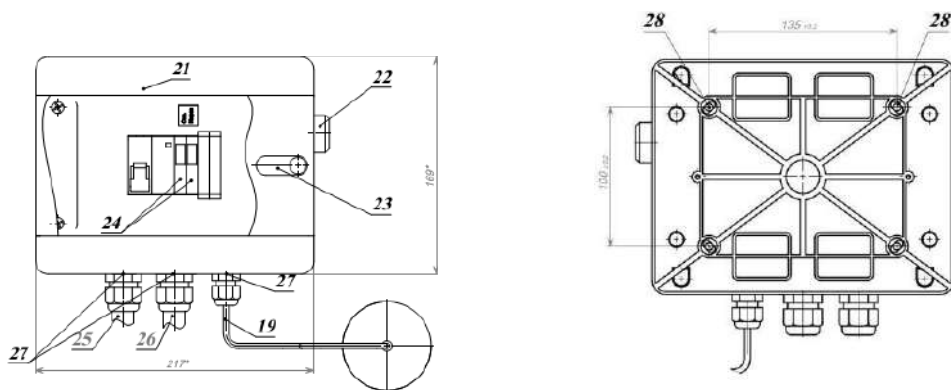
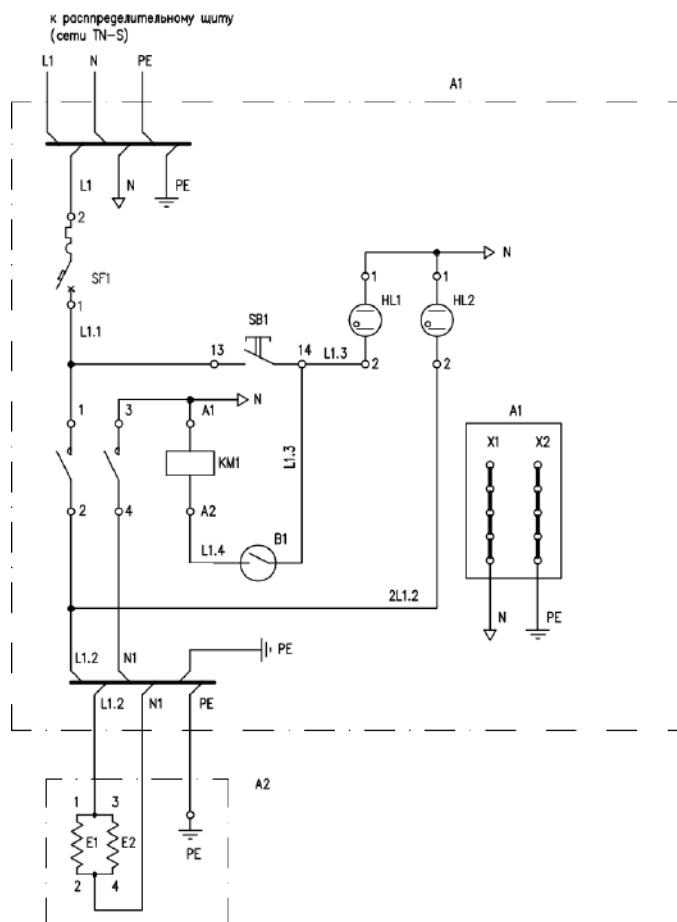

Рисунок 1. Аквадистилляторы электрические ДЭ–М
Рисунок 2.3. Схема электрическая принципиальная, аквадистиллятор ДЭ–4М.
4.1. Принцип действия аквадистиллятора основан на конденсации отсепарированного пара. Основными частями изделия являются: испаритель 9 с сепараторами 10, конденсатор 8, электронагреватели 11, уравниватель 17, датчик 7 с выключателем бесконтактным 6, основание 15 и электрощит 21 (рис.1). В испарителе вода нагревается электронагревателями до кипения. Образующийся пар поступает через сепараторы в конденсатор, конденсируясь, вытекает в виде дистиллята через ниппель 1. Водопроводная вода непрерывно подается через штуцер 12 в конденсатор и по трубке 5 через уравниватель поступает в испаритель. Испаритель заполняется водой до установленного уровня. По мере выкипания вода будет поступать в испаритель частично, основная же ее часть через отвод 14 будет сливаться в канализацию.
- включение аппарата без установленного датчика 7 (см. рис.1)
6.12.1. ДЭ-25М: подключите электрощит 21 к сети 380В переменного тока, через автоматический выключатель, с помощью сетевого кабеля 25 (фазные проводники L1 L2 L3) (см. рис.1),
6.12.2. ДЭ-10М: подключите электрощит 21 к сети 380В переменного тока, через автоматический выключатель, с помощью сетевого кабеля 25 (фазные проводники L1 L3) (см. рис.1), желто-зеленая жила подключается к заземляющему проводнику (РЕ), а голубая нулевая жила подключается к нулевому рабочему проводнику (N).
6.12.3. ДЭ-4М: подключите электрощит 21 к сети 220 В переменного тока через автоматический выключатель с помощью сетевого кабеля 25 (см. рис.1) Жила А - подключается к нулевому проводу, жила В - подключается к фазному проводу (определяется прозвонкой или по цвету жил), желто-зеленая жила подключается к земле (см. рис.2.3)
6.13.2. ДЭ-10М: подсоедините фазные жилы подводящего провода 26 от электрощита к зажимам 2,4, нулевую жилу (голубого цвета) к зажиму перемычки 1-3, а земляную жилу (желто/зеленого цвета) к зажиму «земля» (рис.1; 2.2 и таблицы 3.2.).
6.14. Снимите с датчика 7, подключенного к электрощиту, крышку и проверьте ход поплавка на выключателе бесконтактном 6. Установите крышку на датчик 7. Установите датчик 7 на аквадистиллятор. (см. рис.1)